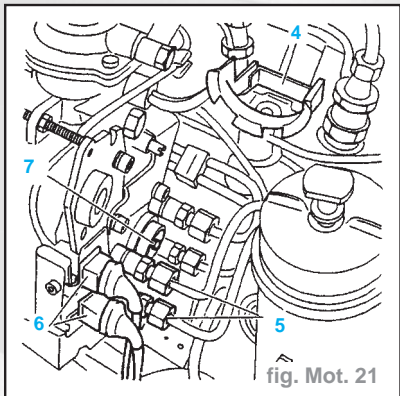
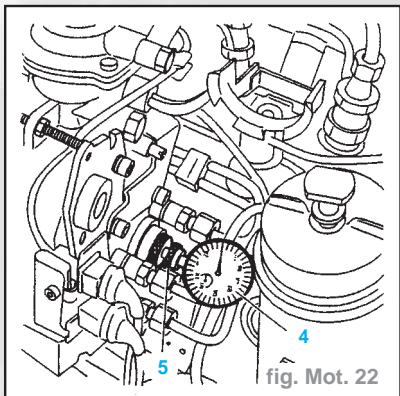

fig. Mot. 21
fig. Mot. 22
- Désaccoupler les deux connecteurs (6) (fig. Mot. 21).
- Déposer (fig. Mot. 21) :
- le support de tube (4)
- les tuyauteries d'injection (5) des cylindres n°1 et n°2
- le bouchon (7) de l'orifice de calage
- Placer le comparateur sur le support (5) (fig. Mot. 22).